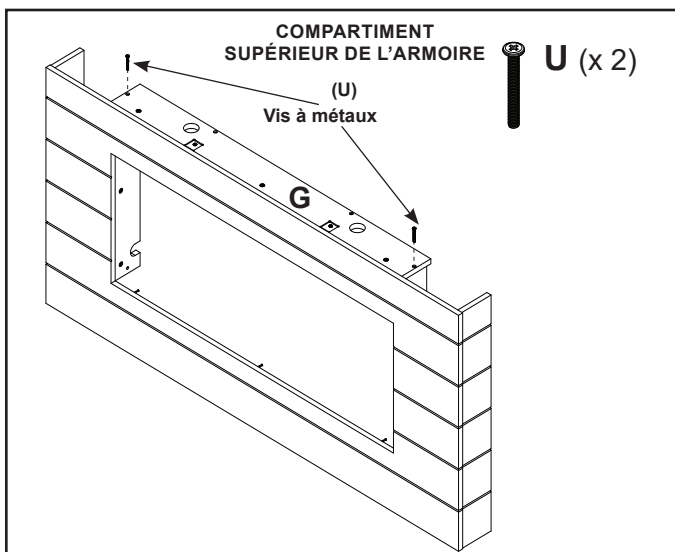

Figure 18
- Fixez la pièce « G » aux pièces « E » et « F » à l'aide des vis à métaux M6 X 50 (U). Voir la figure 18.